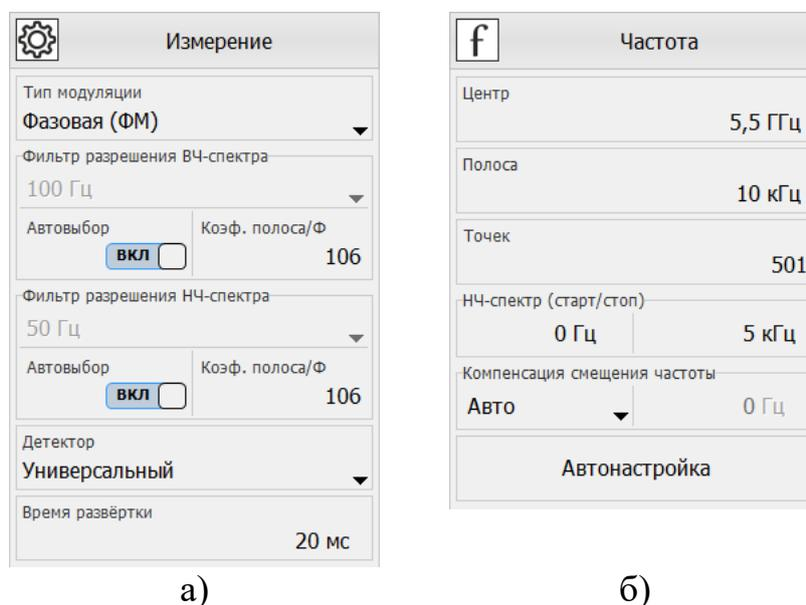

Рисунок 3.13 – Панели управления «Измерение» (а) и «Частота» (б) в режиме аналоговой демодуляции
**Шаг 3.** На панели управления «Частота» (рисунок 3.13-б) задайте параметры ВЧ-сигнала «Центр» (частота несущей) и «Полоса», на панели управления «Амплитудные параметры» (рисунок 2.16-в) установите значение опорного уровня анализатора, соответствующее ожидаемому уровню сигнала, либо воспользуйтесь функцией «Автонастройка», если уровень сигнала превышает минус 40 дБм.
**Шаг 5.** Выберите тип модуляции и задайте время развёртки демодулированного сигнала на панели управления «Измерение» (рисунок 3.13-а).
Функция компенсации смещения несущей частоты (рисунок 3.13-б) включена по умолчанию, но может быть использована в автоматическом или ручном режимах. В автоматическом режиме ПО *Graphit* производит оценку смещения несущей частоты и корректирует форму демодулированного сигнала. На рисунках 3.15 красным трассам соответствуют измерения с выключенной компенсацией смещения, зелёным трассам – измерения с компенсацией в режиме «Авто». В ручном режиме компенсация производится с учётом смещения частоты, задаваемым пользователем.